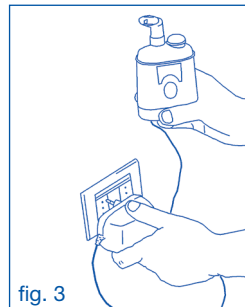

fig. 3
3. Reinserite la parte superiore sull'apparecchio e collegate il nebulizzatore alla presa di rete elettrica mediante l'alimentatore in dotazione, come indicato in (fig. 3).